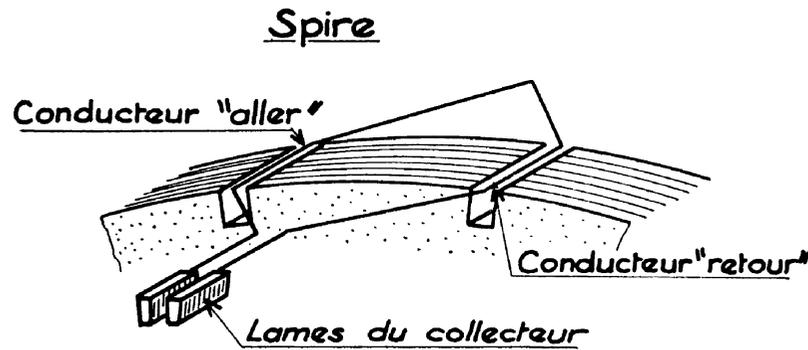

Fig. 27
- n Les conducteurs sont logés dans des encoches, chaque conducteur est le siège d'une FEM qu'on recueille à l'aide du collecteur (1encoche = une lame de collecteur) (figure 27, 28).